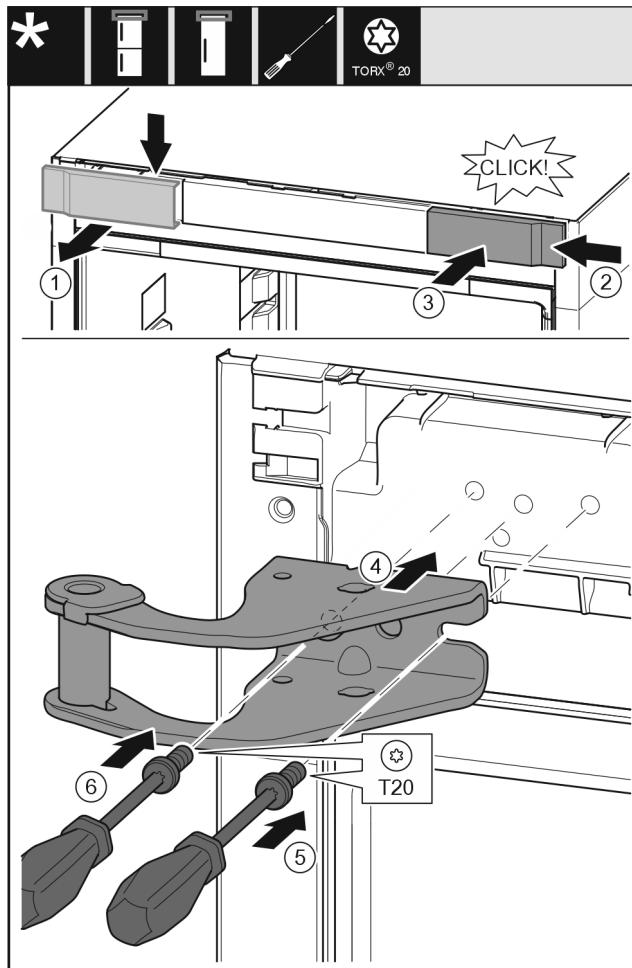

Fig. 14
- Abdeckung Fig. 14 (1) von oben nach vorne abnehmen.
- Abdeckung Fig. 14 (2) um 180° gedreht auf der anderen Seite von rechts einhängen.
- Abdeckung Fig. 14 (3) einrasten.
- Oberen Lagerbock Fig. 14 (4) ansetzen.
- Schraube Fig. 14 (5) mit Schraubendreher ansetzen und festdrehen.
- Schraube Fig. 14 (6) mit Schraubendreher ansetzen und festdrehen.